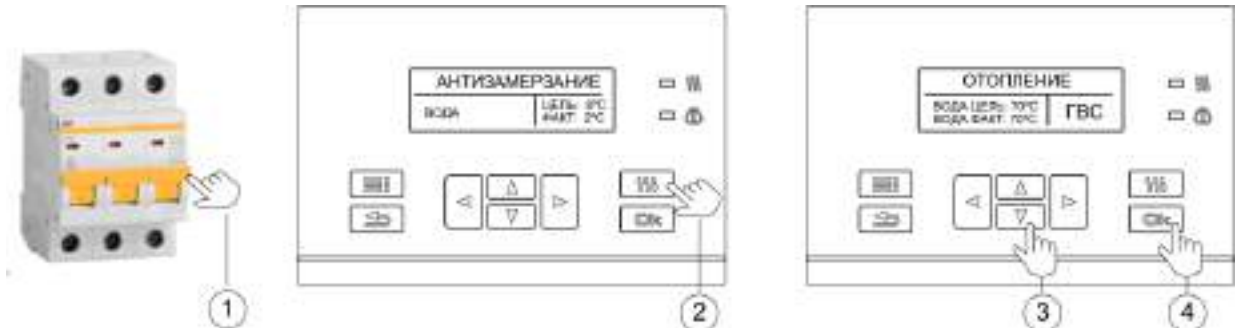

Рисунок 3. Включение и выключение прибора.
**8.1** Включение и выключение прибора выполняется через внешний автоматический выключатель (см. рис. 3).